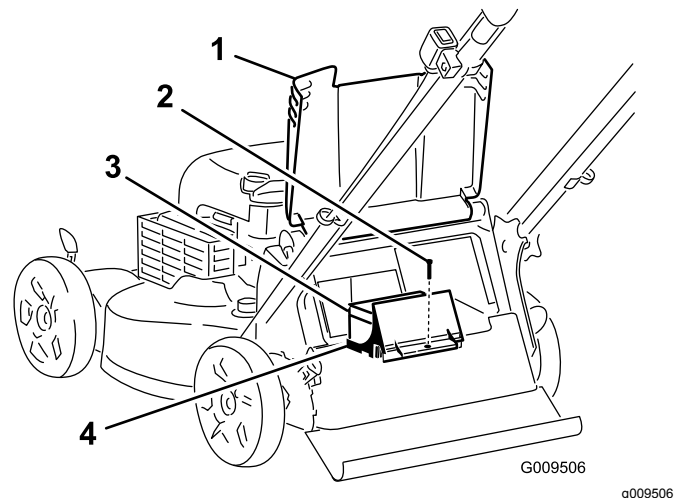
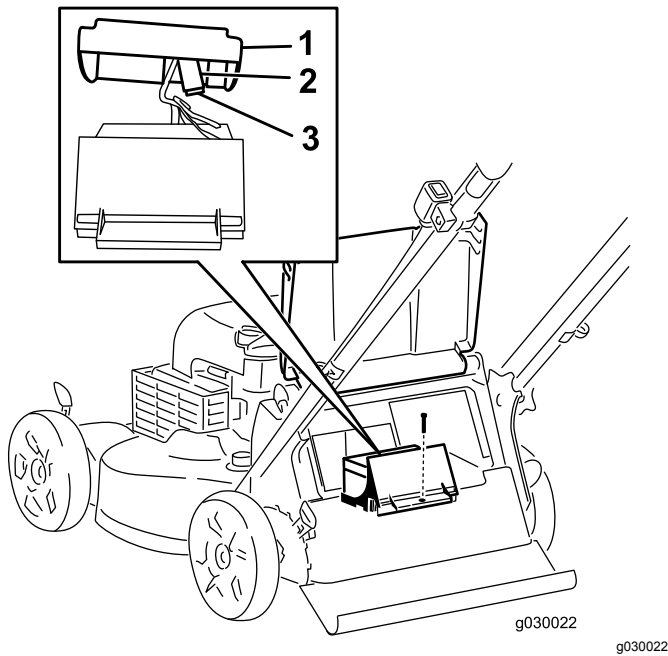

Figura 38
Figura 39
2. Eleve el deflector trasero y localice el compartimento de la batería (Figura 38).
4. Retire el tornillo que sujeta el compartimento de la batería, retire la batería y localice el fusible (Figura 38 y Figura 39).
5. Cambie el fusible del portafusibles (Figura 39).